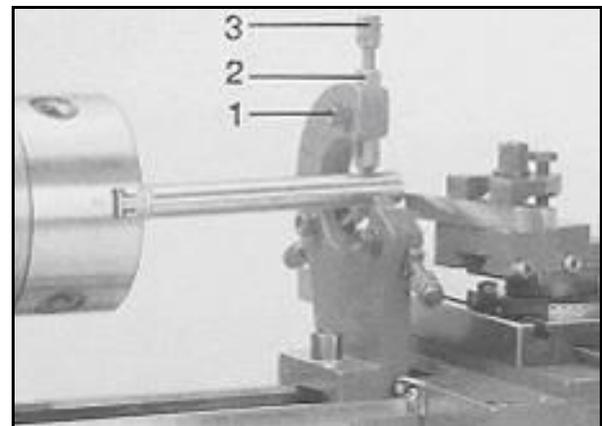

Рис. 23
Поворачивая винты с накатной головкой (3, Рис.23) пока все упорные губки (2) не соприкоснутся с заготовкой, не зажимая ее. Затяните фиксирующие гайки (1).